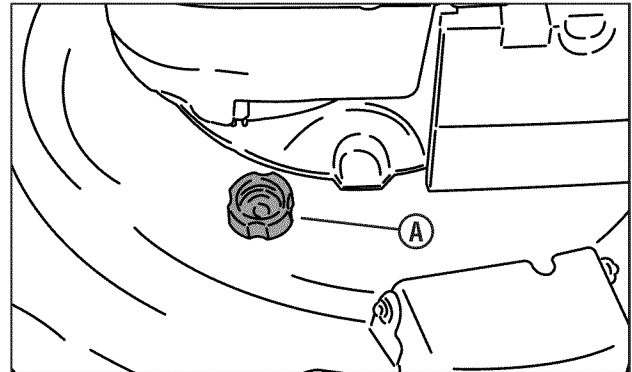

Figura 16: Puerto de deslave
5. Conecte el extremo macho de una manguera estándar con el conector del puerto de deslave (**A, Figura 16**).